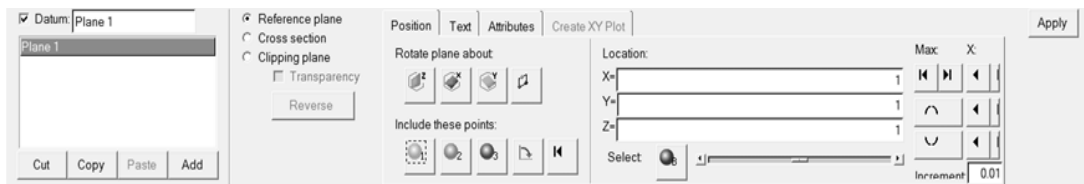

图 13-128 三个点创建平面
- (5) 单击 () 按钮，改变参考面的方向。
- (6) 单击 () 按钮，通过用户自定义的 3 点创建一个平面。
- (7) 在 Location 选项下的 X、Y、Z 框中分别输入 1，如图 13-128 所示。
- (8) 单击 Apply 按钮。
- (9) 单击 () 按钮，将参考平面移动到曲面图的最大点和最小点位置 (the maximum and minimum point)。
- (10) 单击箭头 ()，将参考平面移动到上一个或下一个点，或者沿着 X 轴或 Y 轴的局部最大/最小点。